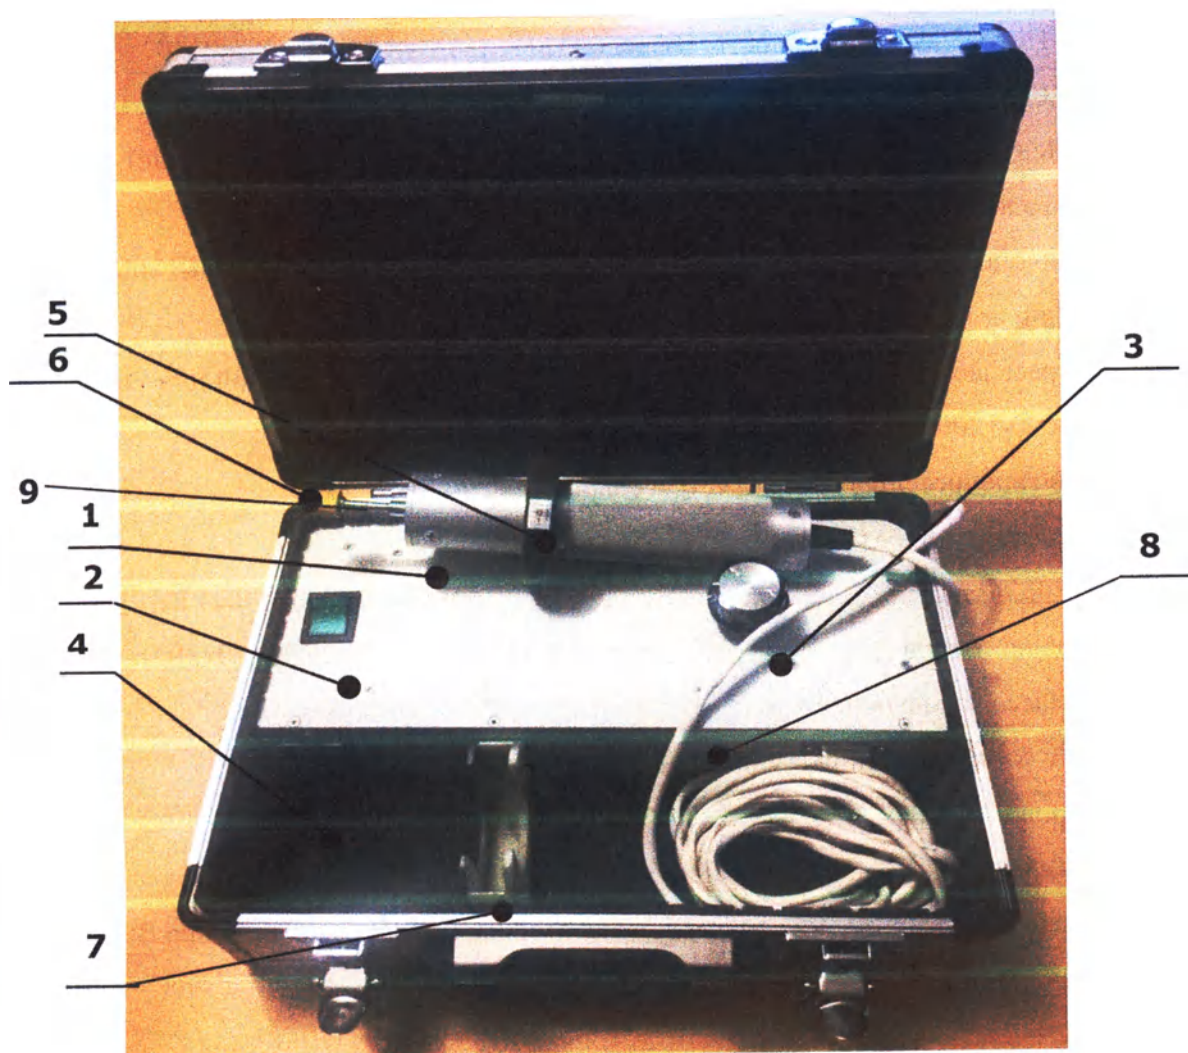

Рис. 2. Аппарат для точечного массажа «Массажер АТЛАСПРОФ»
2.1.2 Конструкция аппарат для точечного массажа «Массажер АТЛАСПРОФ» выполнен виде кейса, в котором расположены механизм преобразователя, система плавной регулировки кабеля подключения сети питания и управления скоростью вращения (Рис. 2)
- выключатель 1 электропитания «Сеть» со световой индикацией подключения электросети (Рис. 2);
- ручка 2 регулятор скорости вращения двигателя электровибратора (Рис. 2).
3.2.1. На передней панели аппарат для точечного массажа «Массажер АТЛАСПРОФ» находятся следующие органы управления и индикации (см. рис. 2): выключатель сеть - 1, ручка регулировки частоты колебаний – 2, на аппарате имеется клавишный выключатель – 4, который включает колебания штока с настроенной частотой.